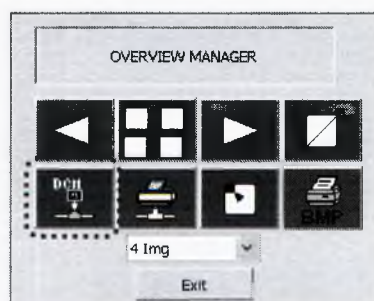

Рисунок 139
– выберите нужное изображение (см. рисунок 139);